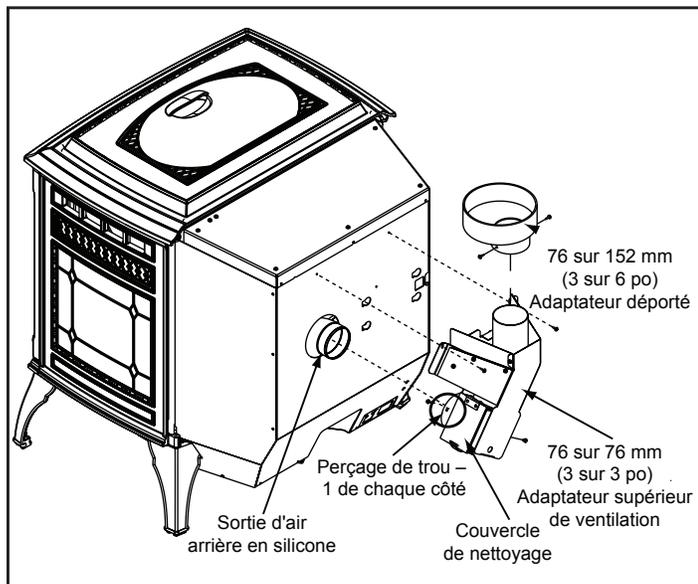

Figure 18.1
1. Enduisez la sortie d'air de 76 mm (3 po) d'une couche de silicone haute température. **Ne pas mettre de silicone à l'intérieur du tuyau. Figure 18.1.**
2. Glissez l'adaptateur supérieur de ventilation sur la sortie d'air arrière et réglez l'ensemble à la verticale, jusqu'à ce que le haut du conduit de cheminée soit centré et à niveau. **Figure 18.1.**